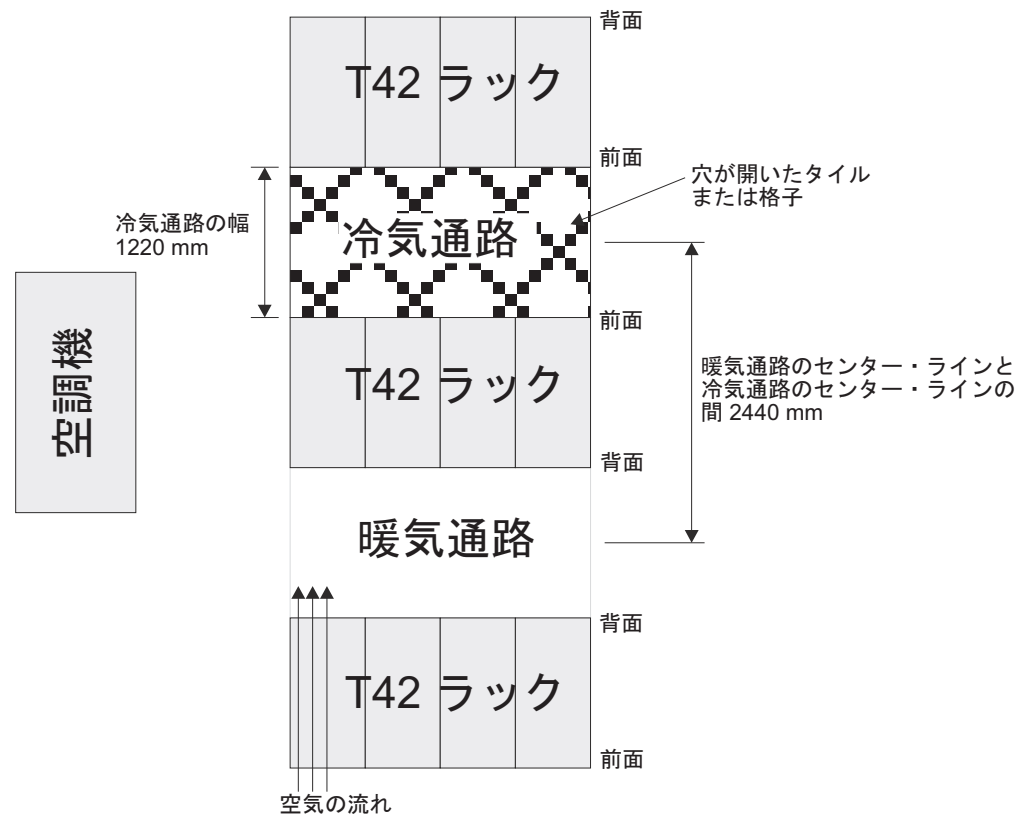

図 8. 冷気通路/暖気通路ラック構成の例
- 空気がラックの前面から入り、背面から出るようにします。ラックから出る空気が、別の装置のインテーク（空気取り入れ口）に入らないようにするために、ラックを、背面と背面および前面と前面を合わせるようにして交互の列に配置する必要があります。この配置方法は冷気通路と暖気通路 と呼ばれ、図 8 にその図を示しました。